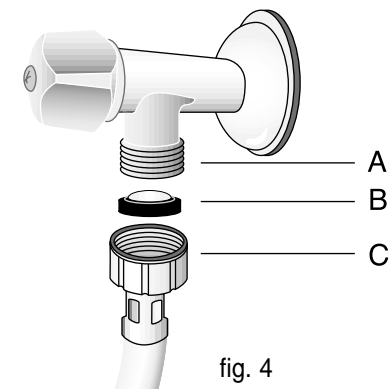

fig. 4
- Placez le filtre B (fig. 4) dans le tuyau (C) avant de le raccorder au robinet (A).